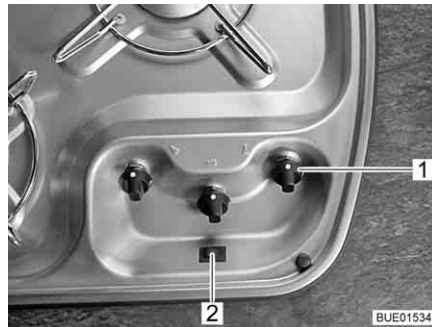

Bild 208 Bedienelemente für Gaskocher
- Drehregler (Bild 208,1) der gewünschten Brennstelle auf Zündposition (große Flamme) drehen.
- Zündknopf (Bild 208,2) drücken. Am Brenner werden Zündfunken erzeugt.